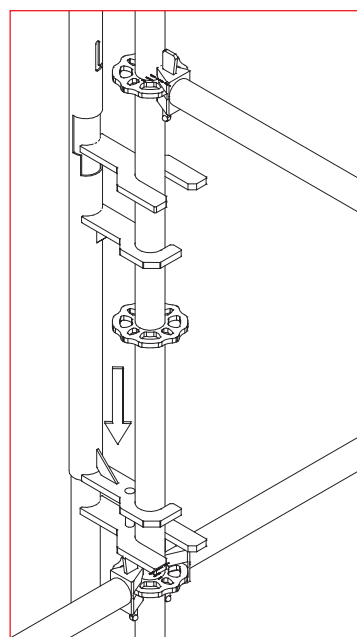

Fig. 3.10
2. Genom att lyfta och rotera stolpens externa rör, fäst posten på spiran så att den nedre låskroken lutar mot det övre räcket på byggnadsställningen (tvärbalken) (fig. 3.10).